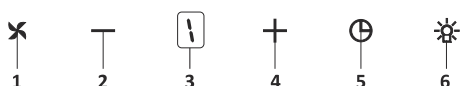

Fig. 16: Pulsante 5 Spd Dig
1. ➤ Premere questo tasto per accendere il prodotto. Fig. 16
2. ➤ Premere questo pulsante per ridurre la velocità del motore. Fig. 16
3. ➤ Dig display (display digitale) È possibile seguire la velocità in cui il prodotto è attualmente in funzione su questo display. Fig. 16
4. ➤ Premere questo pulsante per aumentare la velocità del motore. Fig. 16
5. ➤ Quando il tasto timer viene premuto, viene attivata una funzione timer di 15-minuti; il display emette un segnale quando parte il timer e il motore si arresta automaticamente dopo 15 minuti. Fig. 16
6. ➤ Premere il pulsante per accendere e spegnere la lampada. Fig. 16